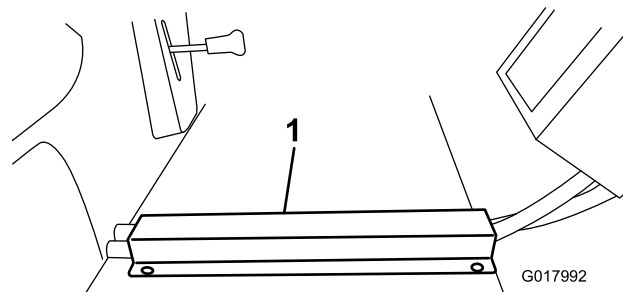

Figure 23
3. Placez le profilé à flexibles sur les flexibles du plancher et alignez le bord avant sur le bord avant du plancher. Repérez et percez des trous dans le plancher et placez-y les vis autotaraudeuses (Figure 23).